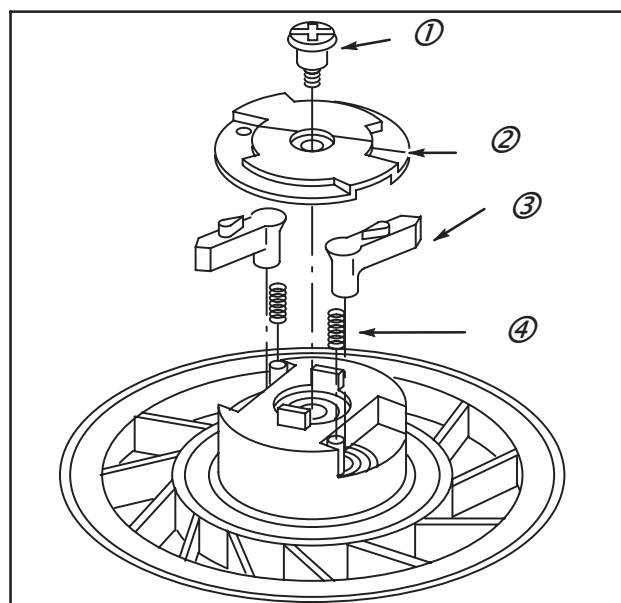
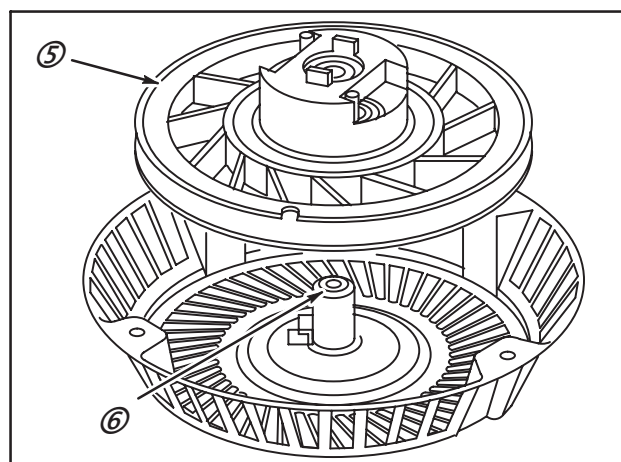

Fig. 34
Fig. 35
1. Déposer la vis à épaulement (1) et le support (2), Fig. 34.
2. Enlever les cliquets (3) et les ressorts de cliquet (4), Fig. 34.
3. Faire tourner la poulie (5) sur l'axe (6) jusqu'à ce qu'elle soit libre.
4. Soulever avec précaution la poulie avec le ressort, Fig. 35.
2. Monter la poulie de lanceur sur l'axe central dans le boîtier, Fig. 35.